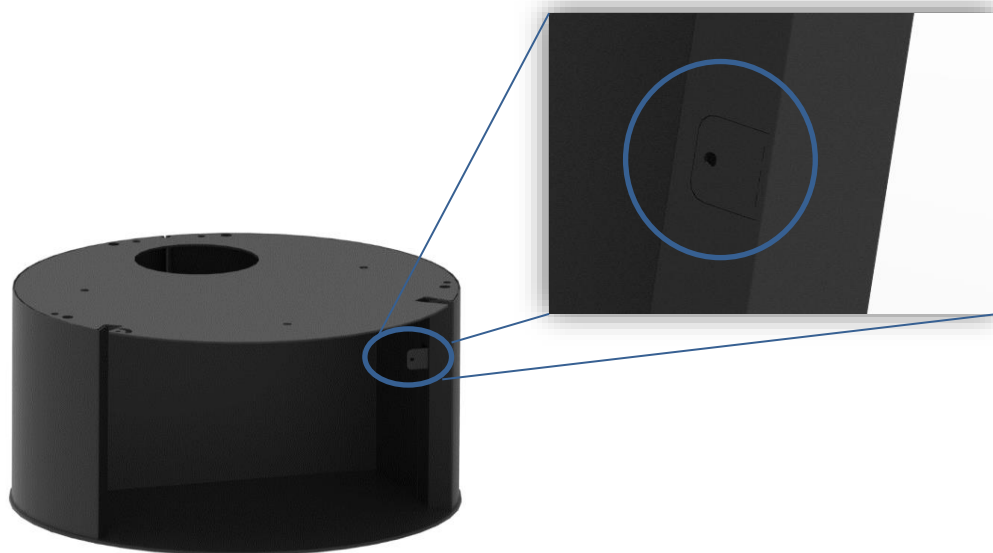

Figura 12 - Preparação da base/lenheiro do equipamento, para colocar a porta
- 1- Com uma chave, dobrar com cuidado a patilha que se encontra do lado direito da base, de modo que fique perpendicular com a lateral, como mostra a Figura 12.